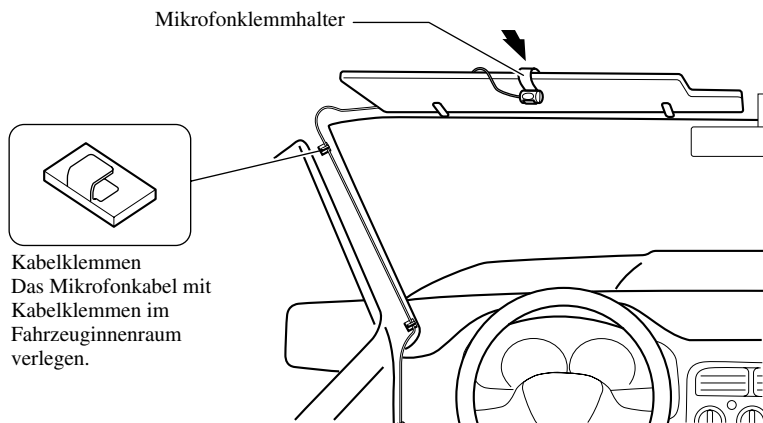

Abb. 17
2. Den Mikrofonklemmhalter an der Sonnenblende ankleben. (Abb. 17)